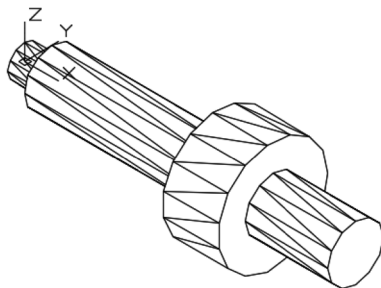

图 9-55 完成的旋转实体消隐效果
5) 在功能区“可视化”选项卡的“视觉样式”面板中单击“消隐”按钮, 则实体消隐效果如图 9-55 所示。